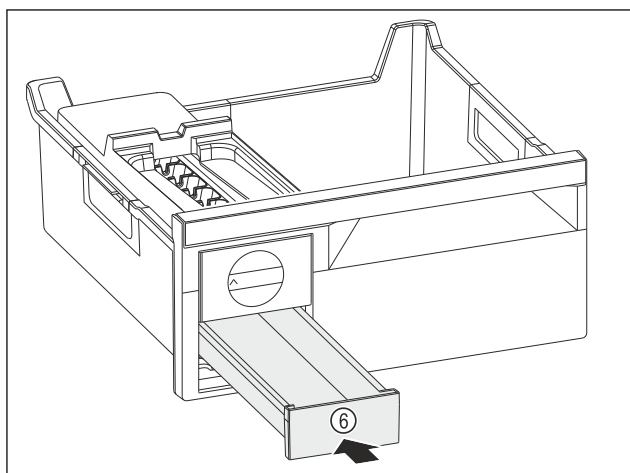

Fig. 217
- Вдвиньте выдвижной ящик для кубиков льда Fig. 217 (6).